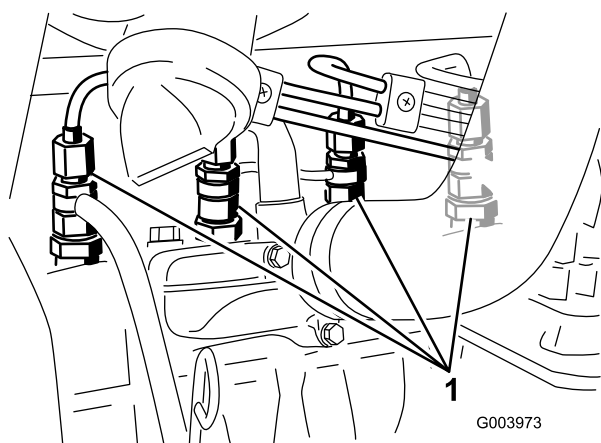

Figura 58
1. Allentate il raccordo dell'ugello n. 1 e il gruppo portaugelli (Figura 58).